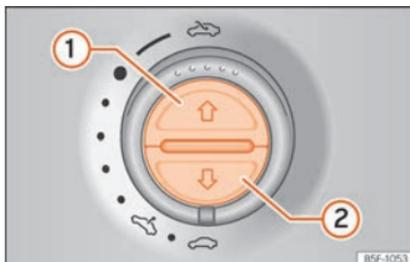

Fig. 143 No revestimento interior do teto: botões para a persiana para o sol.
Abrir por completo (automaticamente):	Pressione o botão »» Fig. 143 ① brevemente.
Interromper o funcionamento automático:	Pressione brevemente o botão »» Fig. 143 ① ou »» Fig. 143 ②.
Ajustar a posição intermédia:	Mantenha pressionado o botão »» Fig. 143 ① ou »» Fig. 143 ② até alcançar a posição.
Fechar por completo (automaticamente):	Pressione o botão »» Fig. 143 ② brevemente.
- *Persiana para o sol*: dentro de 5 segundos após o disparo da função antientalamento, pressione o botão »» Fig. 143 ② até que a persiana para o sol se feche por completo.